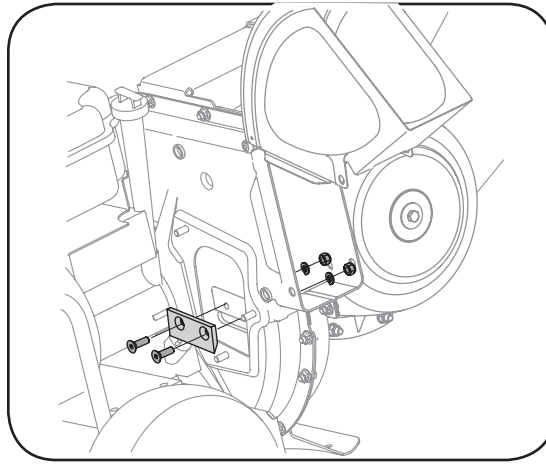

Figura 5-3
6. Para sacar la cuchilla saque los tornillos hexagonales internos, las arandelas de seguridad y las tuercas hexagonales que la sujetan al motor. Guarde los elementos de ferretería. Vea la Figura 5-3.